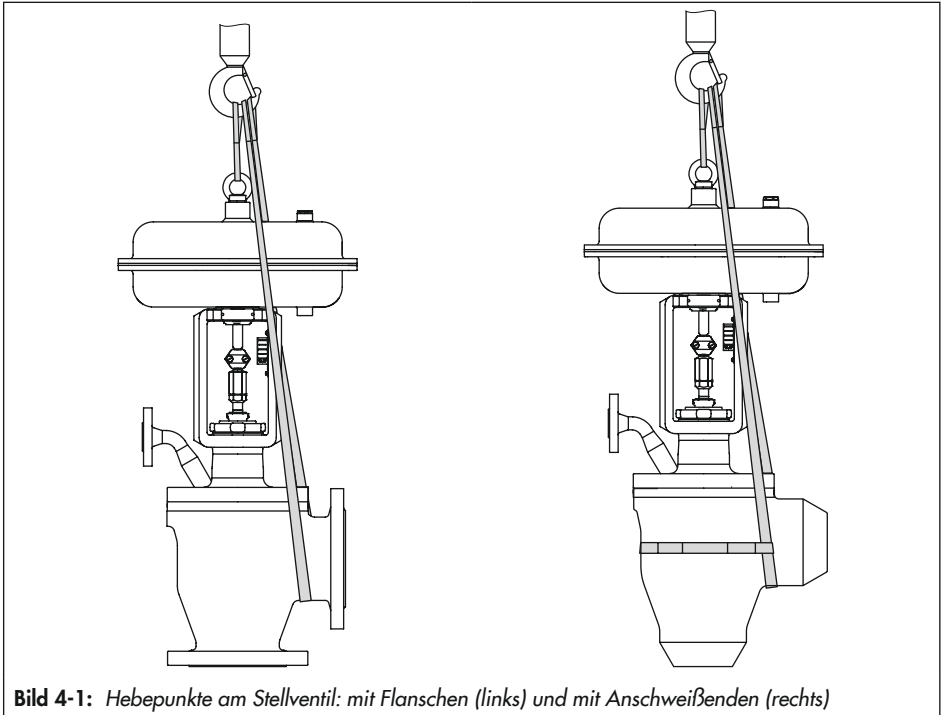

Bild 4-1: Hebepunkte am Stellventil: mit Flanschen (links) und mit Anschweißenden (rechts)
- Als Tragmittel einen Haken mit Sicherheitsverschluss verwenden (vgl. Bild 4-1), damit die Anschlagmittel beim Heben und Transportieren nicht vom Haken rutschen können.
1. Je eine Hebeschlinge an den Flanschen des Gehäuses und am Tragmittel (z. B. Haken) des Krans oder Gabelstaplers anschlagen, vgl. Bild 4-1.
1. Je eine Hebeschlinge an den Anschweißenden des Gehäuses und am Tragmittel (z. B. Haken) des Krans oder Gabelstaplers anschlagen, vgl. Bild 4-1.